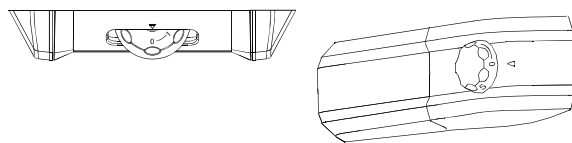

Fig.21
- 1) Tourner le bouton sur la position "0". (fig.21)